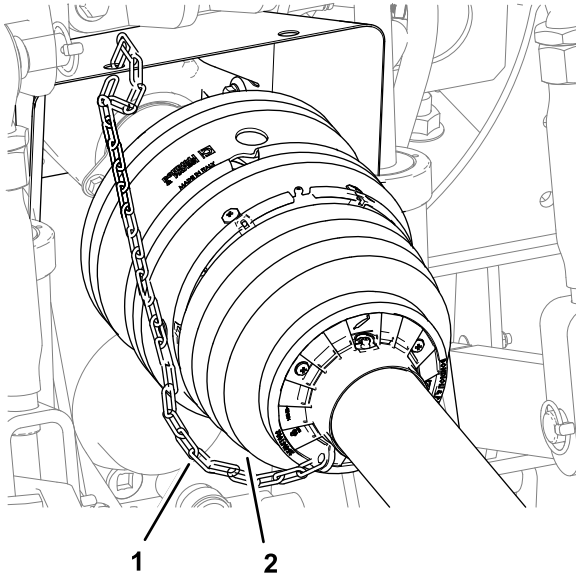

Рисунок 13
5. Убедитесь, что между передним ограждением вала механизма отбора мощности и неподвижной частью буксирного автомобиля установлена ограничительная цепь (Рисунок 13).